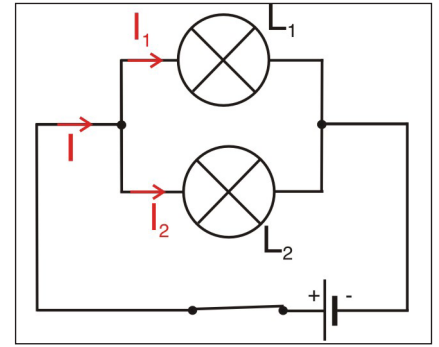

Fig. 3
- Construis le circuit parallèle avec deux ampoules de la Fig. 3.
- Mesure l'intensité du courant électrique aux trois endroits indiqués sur la Fig. 3 (I , I_1 , I_2).